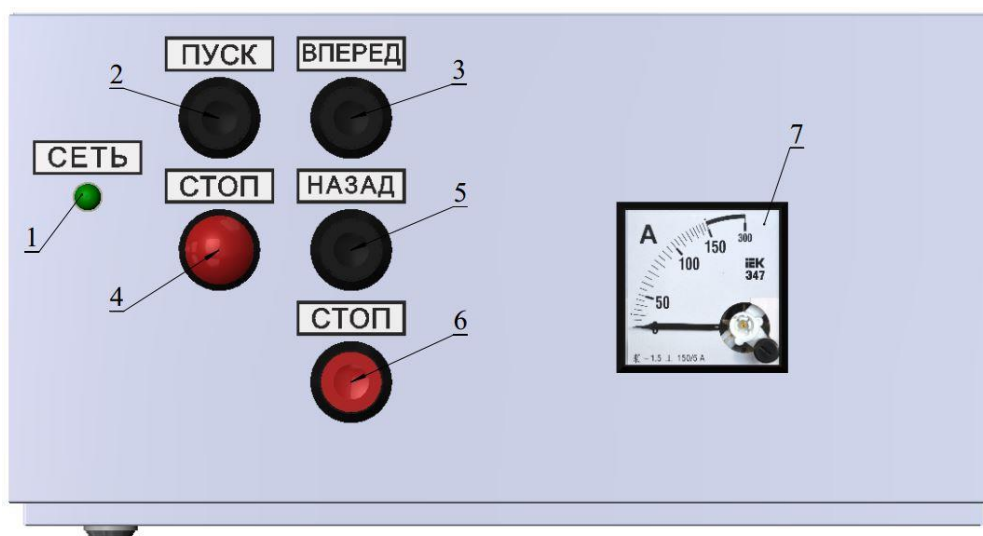

Рисунок 5.
- В зависимости от толщины пропила отрегулировать подачу, рукояткой «Скорость подачи»(на рис.5 не показан);
- В холодное время года (если станок находится в неотапливаемом помещении необходимо включать «обогрев шкафа») на рис.5 не показан.
Органы управления станком представлены в таблице 3 (Рисунок 5.).